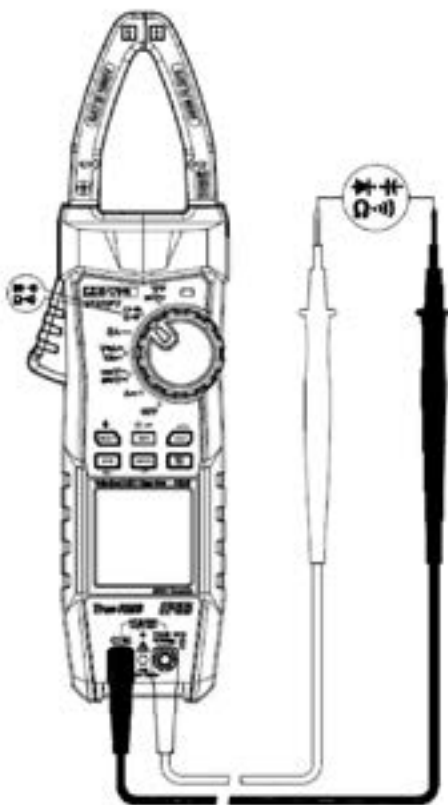

Рисунок 10
**5. Измерение сопротивления (рисунок 10)**
**6. Измерение непрерывности (рисунок 10)**
**7. Измерение сопротивления (рисунок 10)**